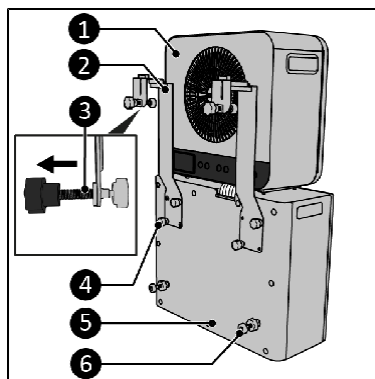
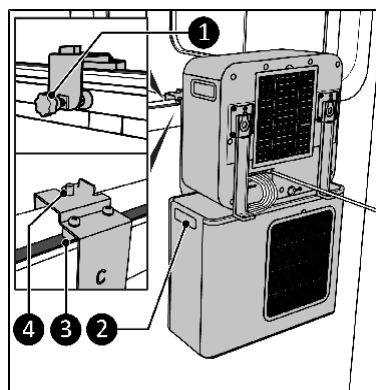

Figura 5
Figura 6
1. Posicionar a unidade interior (figura 5, n.º 1) sobre a unidade exterior (figura 5, n.º 5).
2. Retirar as quatro porcas cegas (figura 5, n.º 4).
3. Montar os dois suportes inferiores destinados à caravana (figura 5, n.º 2) na unidade exterior utilizando 2 parafusos por suporte (figura 5, n.º 4).
4. Assegurar que os pernos de ajuste (figura 5, n.º 3) ficam inteiramente ajustados.
5. Colocar os espaçadores (figura 5, n.º 6) na unidade exterior (figura 5, n.º 5).
6. Fixar os suportes superiores para caravana (figura 6, n.º 3) na unidade interior (figura 5, n.º 1) utilizando os ganchos de borracha (figura 6).
8. Colocar o bloco de fixação do aparelho na abertura da janela utilizando as pegas laterais da unidade exterior (figura 6, n.º 2). Assegurar que os calços cinzentos ficam corretamente posicionados sobre a junta do caixilho da janela.
9. Apertar manualmente os pernos (figura 6, n.º 1) contra a parede da caravana.
10. Manter as porcas cegas (figura 1, n.º 8) à mão para cobrir as roscas dos suportes (figura 6, n.º 4).
13. Verificar a horizontalidade da unidade exterior e corrigi-la, se necessário, ajustando o espaçador dos pernos de ajuste (figura 5, n.º 6).